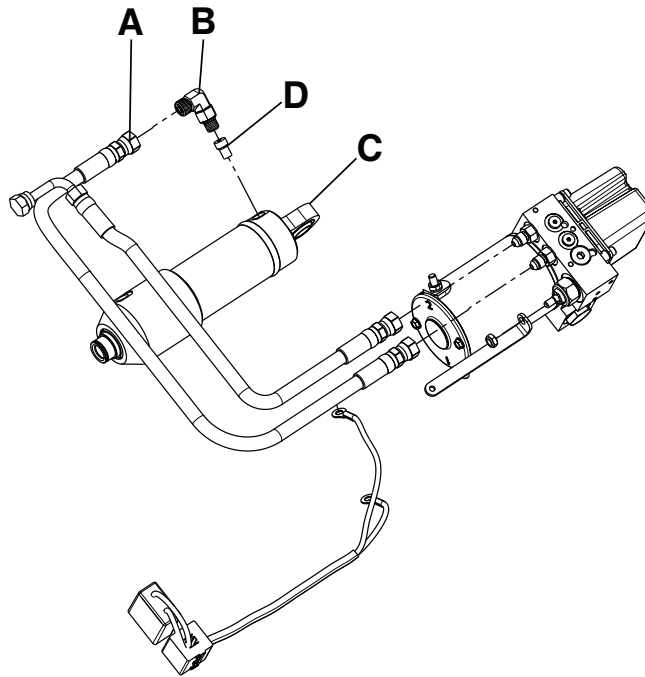

Figure 35 – Composants du fusible à déclenchement rapide
3. À l'aide d'une clé mixte de 11/16 po, déconnecter le tuyau hydraulique (A) le plus proche du support de montage du côté tête du chariot (Figure 35).